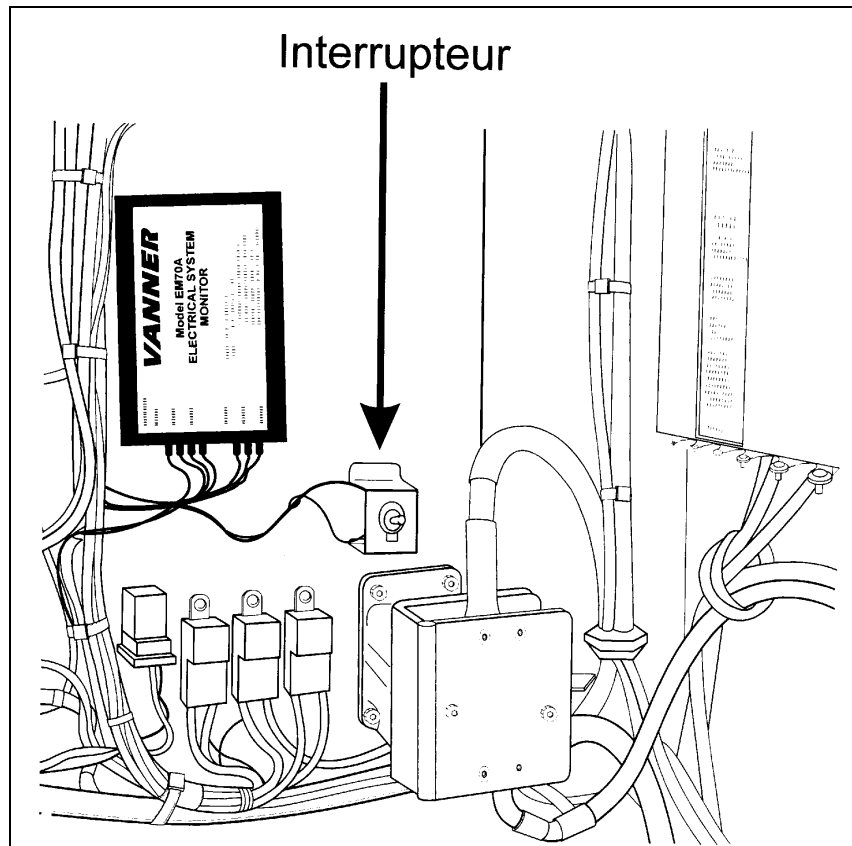

figure 2 : interrupteur principal d'alimentation
2. Couper l'alimentation électrique en mettant l'interrupteur principal d'alimentation en position d'arrêt "OFF" (figure 2).
10. Remettre l'alimentation électrique en mettant l'interrupteur principal d'alimentation en position de marche "ON" (figure 2).